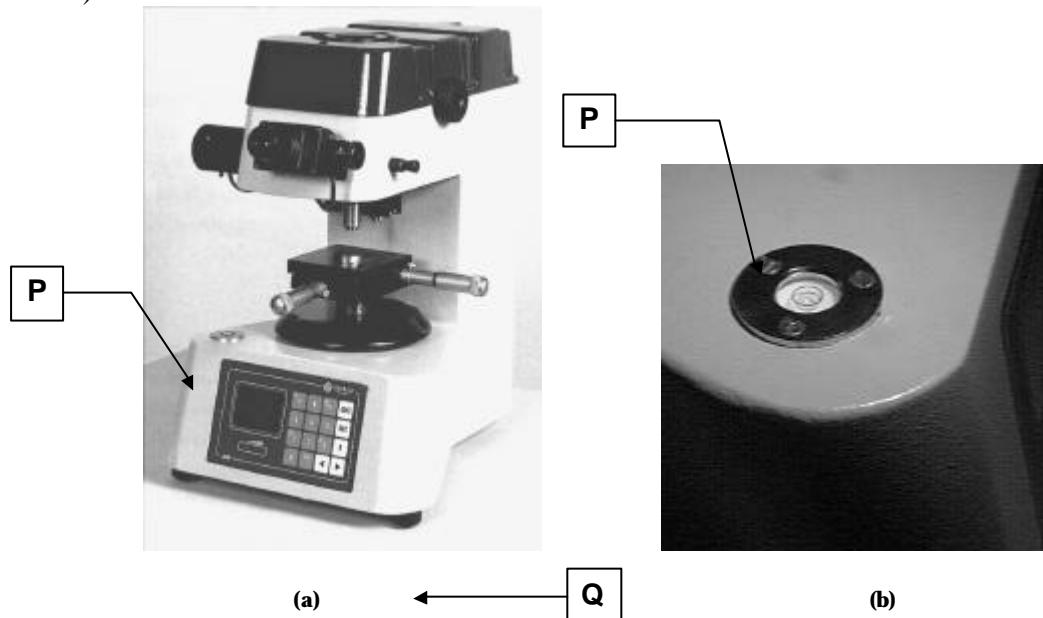

Рис. 11-9 Выравнивание инструмента
- сферическим спиртовым уровнем (**P** на Рис. 11-9)
- тремя поддерживающими регулируемыми ножками, называемыми *опускающие винты* (**Q** in Рис. 11-9)